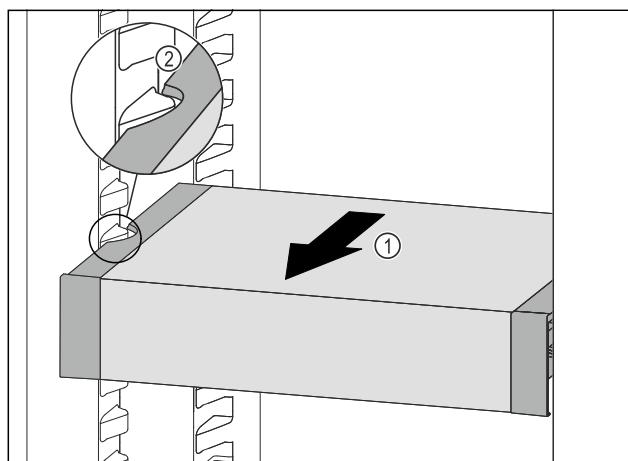

Fig. 46
- ▶ Изтеглете VarioSafe напред Fig. 46 (1), докато страничните прорези на VarioSafe се намират на височината на реброто на съда в хладилната част. Fig. 46 (2)